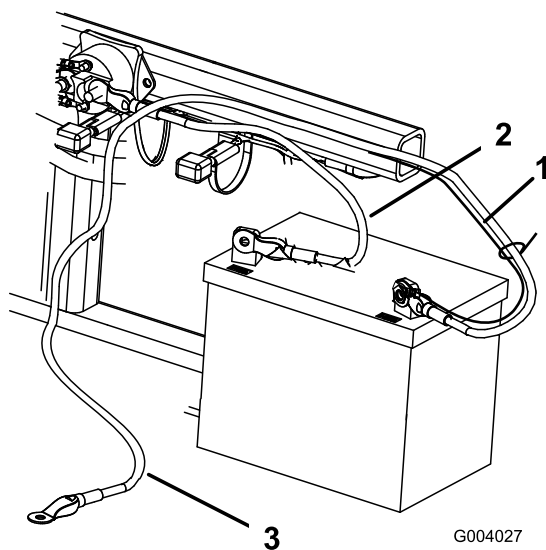

图 7
2. 用螺栓 $\frac{1}{4} \times \frac{5}{8}$ 英寸和锁紧螺母将正极接线红色固定到正极+端子图 7。
3. 用螺栓 $\frac{1}{4} \times \frac{5}{8}$ 英寸和锁紧螺母 $\frac{1}{4}$ 英寸将小黑色接线和负极接线黑色固定到电池的负极-端子图 7。